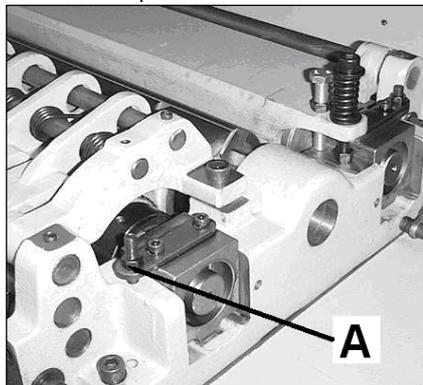

Рис. 13
5. Если размер не соответствует 1,6 мм, то ослабьте стопорную гайку (А, Рис.13) и поворачивайте винт регулирования, пока нижняя часть вала подачи коснется вершины измерительного блока. Затем затяните стопорную гайку.